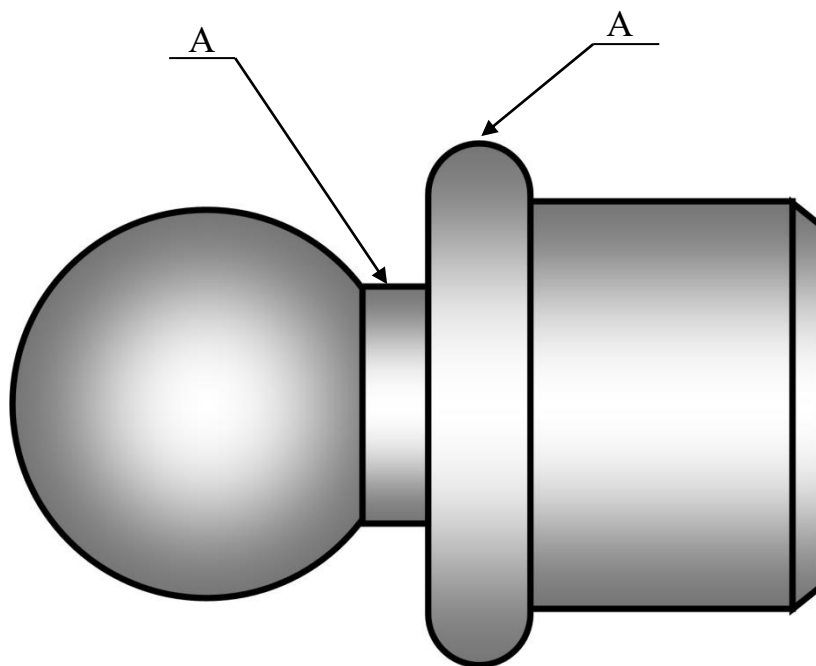

Рис. 1
2. По указанным данным и рисунку (рис.1) выполните чертёж заглушки в масштабе 1:1.
11. Учитывать дизайн заглушки, представленной на рис.1.